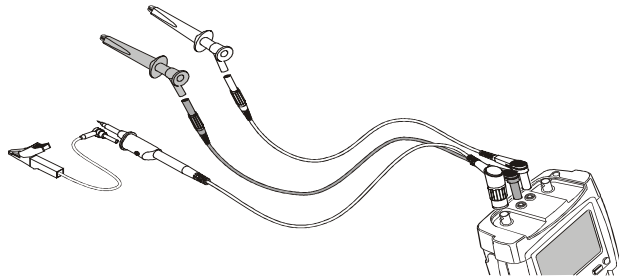

Рис. 29. Внешний запуск развертки
- 1 Подключите источник сигнала к красному и черному 4-миллиметровым входным гнездам типа "банан". См. рис. 29.